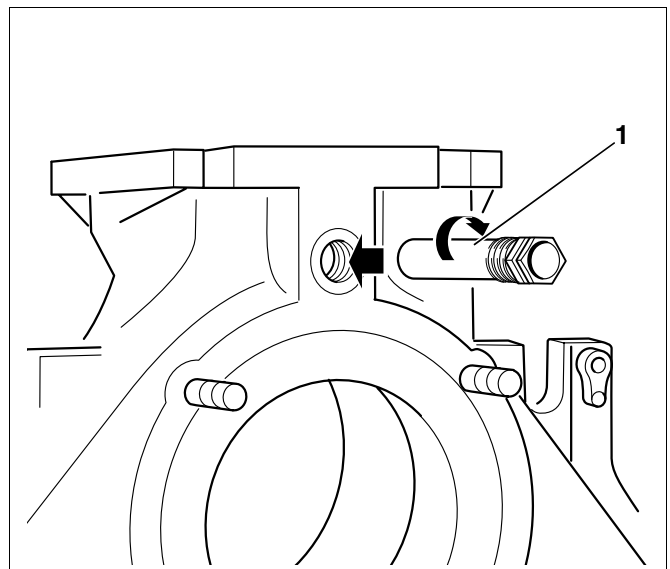

Рис. 25 Монтаж гильзы для датчиков
- Вставить с задней стороны котла гильзу для датчиков R $\frac{3}{4}$ (длина: 110 мм) в резьбовое отверстие R $\frac{3}{4}$ в соединительный штуцер подающей линии (рис. 25, поз. 1).